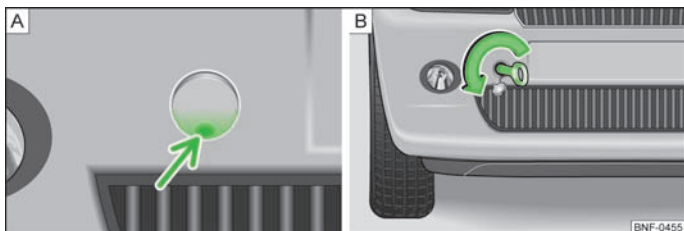

Abb. 116 Vorderer Stoßfänger: Abdeckkappe / Einbau der Abschleppöse
- Auf den unteren Bereich der Abdeckkappe (Pfeil) » Abb. 116 - **A** drücken, um die Verrastung der Abdeckkappe zu lösen.
- Die Abschleppöse von Hand in Pfeilrichtung bis zum Anschlag einschrauben » Abb. 116 - **B**. Für das Festziehen empfehlen wir, z. B. den Radschlüssel, die Abschleppöse eines anderen Fahrzeugs oder einen ähnlichen Gegenstand zu verwenden, der durch die Öse gesteckt werden kann.